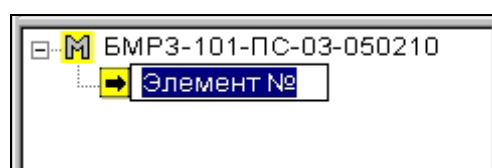

Рисунок 110
- изменить имя элемента (рисунок 110);